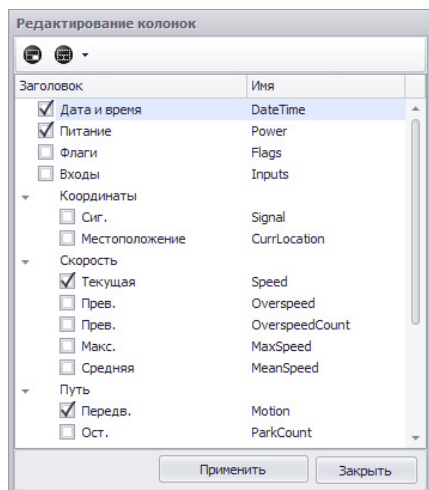
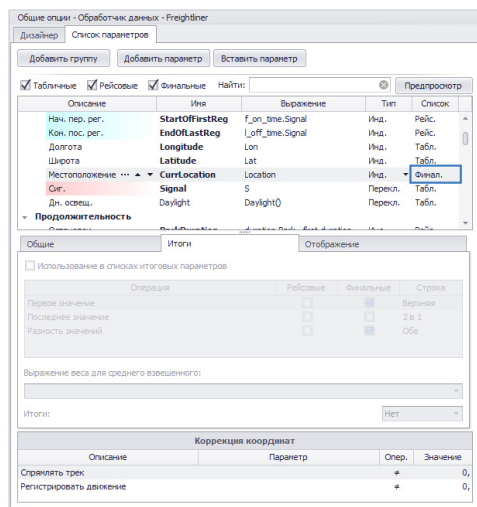
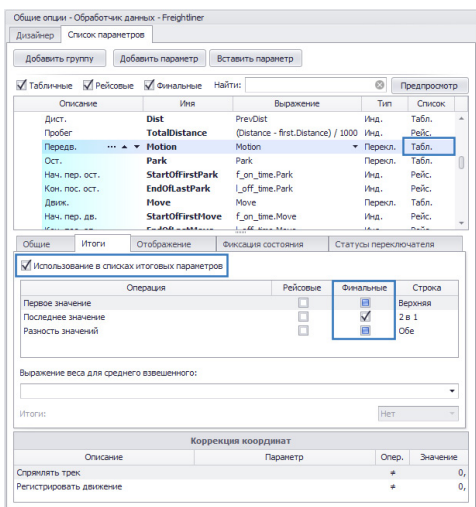

Рис.39. Список возможных колонок Селектора устройств.
Рис.40. Финальный параметр (меню «Устройства», раздел Расчет – Параметры расчета).
Рис.41. Табличный параметр (меню «Устройства», раздел Расчет – Параметры расчета).
Для того чтобы нужный параметр оказался в меню «Редактирование колонок» (**Рис.39**), этот параметр должен быть либо финальным (**Рис.40**), либо табличным со включенной опцией «Использовать в списках итоговых параметров (финальных)» (**Рис.41**).
- Создать параметр для группировки. Для группировки могут использоваться параметры, настроенные как финальные (Рис.40), либо как табличные, но со включенной опцией «Использовать в списках итоговых параметров (финальных)» (Рис.41).